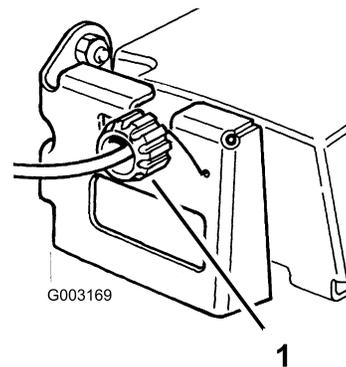

Figure 28
2. Tournez le bouton de commande de 1/2 tour dans le sens horaire si la tondeuse n'avance pas automatiquement. Si la tondeuse a tendance à avancer, tournez le bouton de 1/2 tour dans le sens anti-horaire pour détendre la courroie (Figure 28).